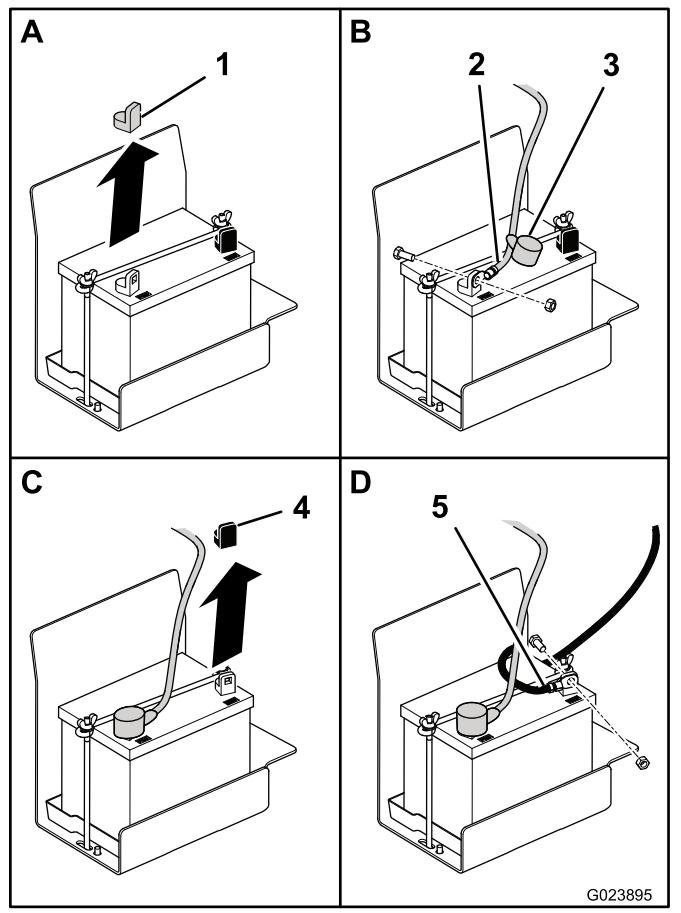

Figure 5
- Retirez le capuchon en plastique rouge de la borne positive de la batterie (Figure 5).